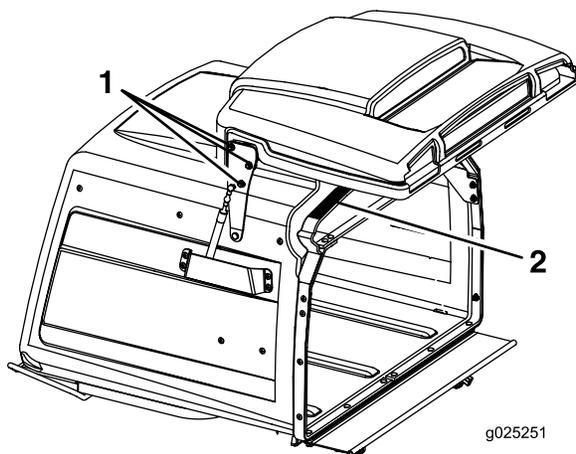

Figure 66
- Desserrez les 6 écrous des charnières du couvercle (Figure 66).
- Ouvrez le couvercle et placez une bande de caoutchouc de 9,5 mm ou un flexible de 9,5 mm de diamètre entre la trémie et le couvercle (Figure 66).